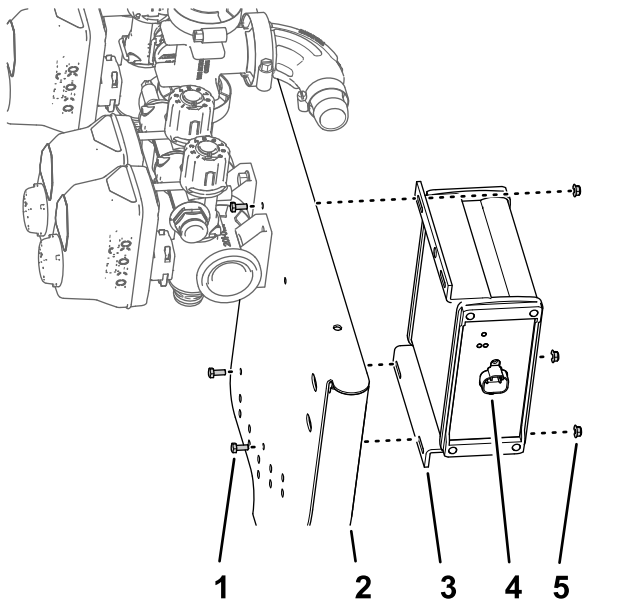

図 98
1. ASC 10 スプレーヤコントローラを、バルブマウントの前側に合わせる。4ピンコネクタが外側を向くようにすること 図 98。
2. 散布コントローラをバルブマウントに取り付ける 図 98; ボルト3 x 10mm3本とフランジロックナット4mm4個を使用する。